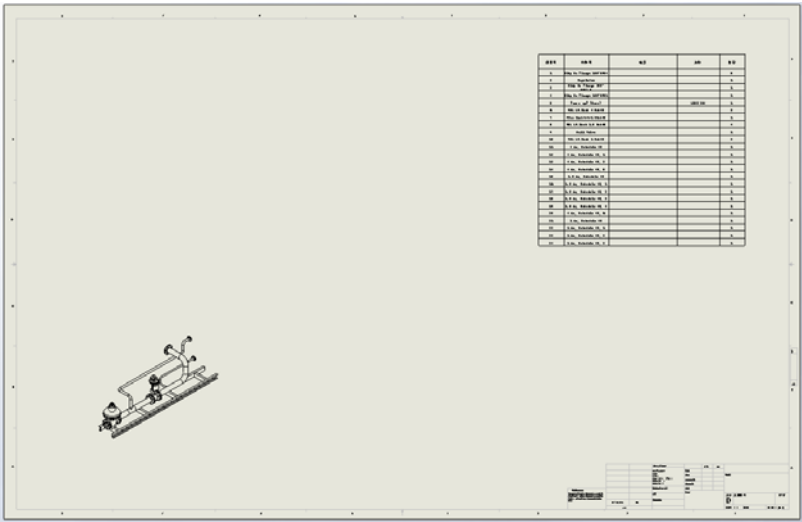

图 18-109 放置材料明细表
③ 在图形区域中图 18-109 所示的位置单击，放置材料明细表。放大的材料明细表表格如图 18-110 所示。